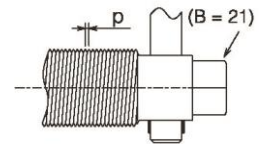

Fig. 3
3. Die Klemmkraft wird mit einer (selbstsichernden) Feingewindeschraube ausgeübt, die zudem ein selbsttätiges Lösen verhindert (siehe Abb. 3).
8. Der Schraubenkopf hat eine sechseckige Öffnung für einen Knarrenschlüssel (B = 21), damit die Klemme auch ohne Griff (z. B. bei beschränktem Platz) angezogen werden kann (siehe Abb. 3).